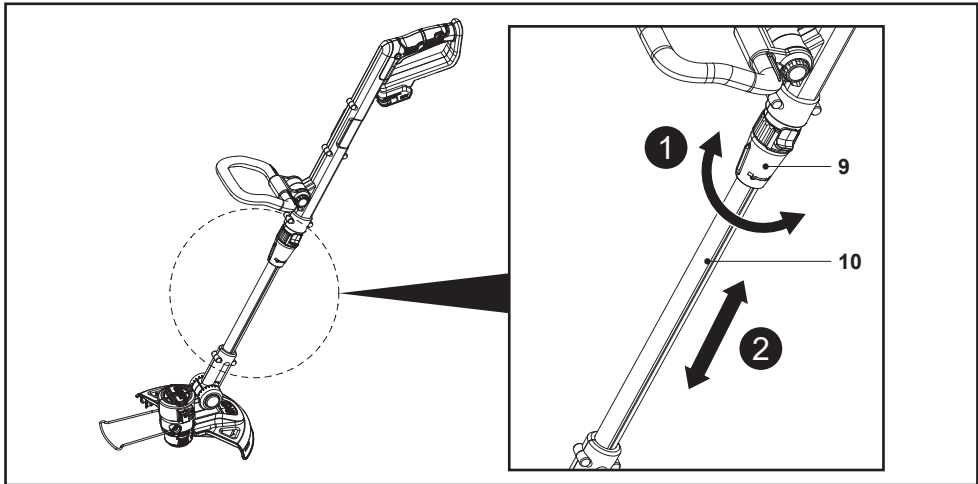

Fig. 5
1. Slăbește elementul de blocare a tijei extensibile (9) rotindu-l în direcția de deblocare  (fig. 5).
2. Reglează tija extensibilă (10) (fig. 5).
3. Strânge elementul de blocare a tijei extensibile (9) rotindu-l în direcția de blocare  (fig. 5).
4. Asigură-te că tija extensibilă (10) este blocată.